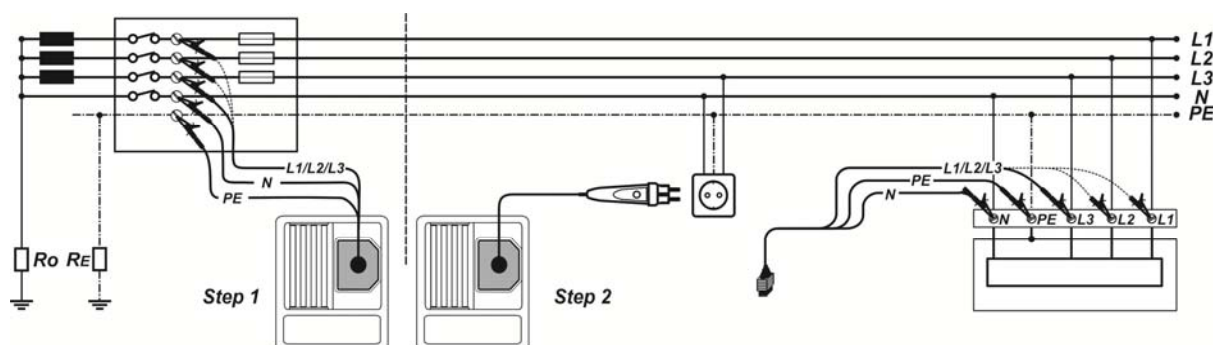

Рисунок 5.23: Измерение падения напряжения линии фаза-нейтраль или фаза-фаза – подключение штепсельного щупа «plug commander» и 3-проводного тестового кабеля
- ❑ **Подключите** измерительные выводы (проводку) ко входу электрической установки (см. Рисунок 5.23: Измерение падения напряжения линии фаза-нейтраль или фаза-фаза).
- **Подключите** испытательные провода к точкам измерений (см. Рисунок 5.23: Измерение падения напряжения линии фаза-нейтраль или фаза-фаза – подключение штепсельного щупа «plug commander» и 3-проводного тестового кабеля